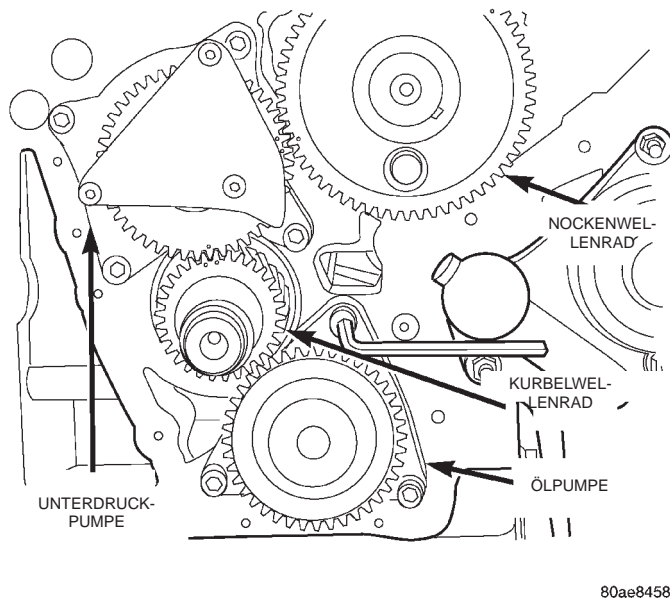

Abb. 32 Einstellmarkierungen
(1) Nockenwellenlagerzapfen mit sauberem Motoröl bestreichen und die Nockenwelle zusammen mit Druckscheibe und Nockenwellenrad vorsichtig einbauen. Befestigungsschrauben mit einem Anzugsmoment von 24 N·m (18 ft. lbs.) festziehen. Markierungen wie gezeigt ausrichten (Abb. 32).
(2) Hydrostößel und Haltebügel montieren.
(3) Zylinderköpfe montieren (siehe hierzu Zylinderköpfe in diesem Abschnitt).